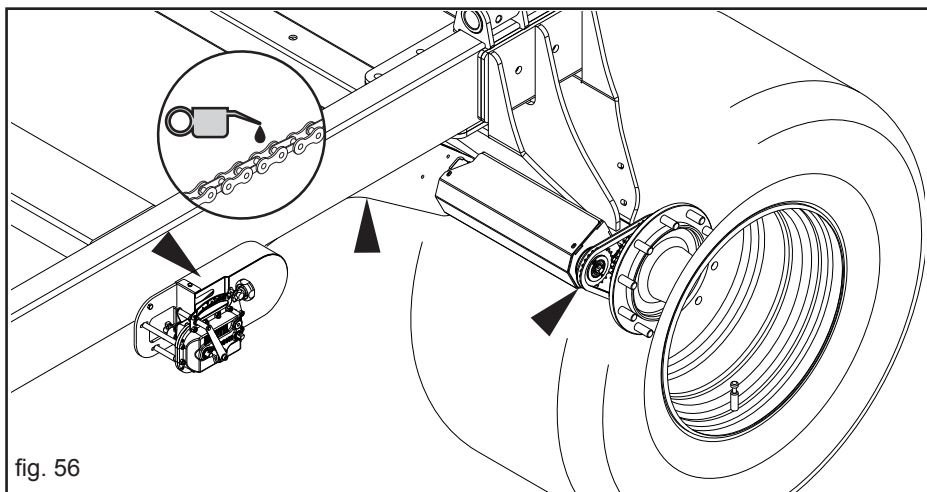
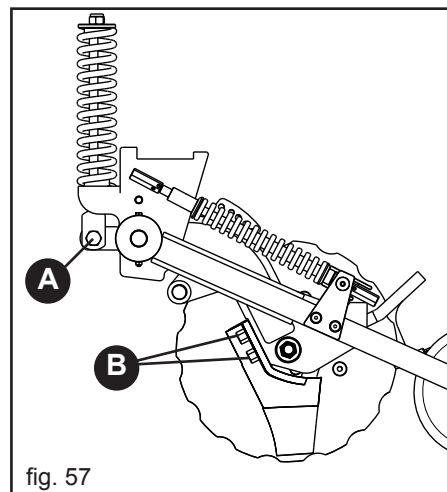
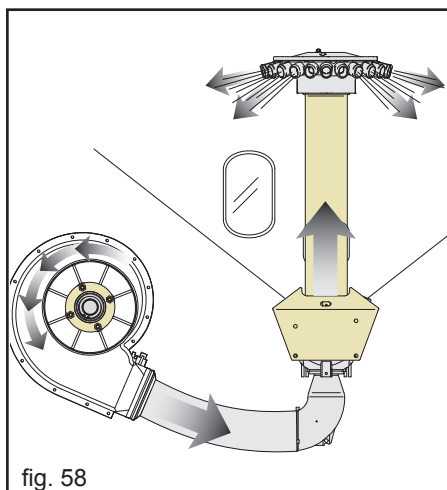
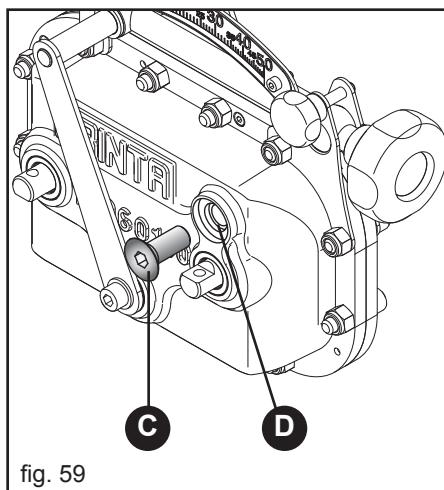

fig. 56
fig. 57
fig. 58
fig. 59
| CÂND MAȘINA ESTE NOUA | <ul style="list-style-type: none"> - Ungeți toate lanțurile de transmisie (Fig. 56). - Ungeți toate punctele marcate cu adezivul n° 14 ("GREASE") de la pag. 114 a acestui manual. - După primele ore de funcționare, trebuie să verificați strângerea tuturor șuruburilor și buloanelor. - Verificați strângerea buloanelor brăzdarelor (A-B, Fig. 57). |
| LA ÎNCEPUTUL SEZONULUI | <ul style="list-style-type: none"> - Ungeți lanțurile de transmisie (Fig. 56). - În fiecare sezon, efectuați schimbul complet de ulei al schimbătorului, introducând ulei de tipul "AGIP EXIDIA HG 68" (0,7 Kg): <ol style="list-style-type: none"> 1) îndepărtați capacul (C, Fig. 59); 2) prin orificiul (D), goliți complet uleiul din schimbător și adunați-l într-un recipient adecvat; 3) introduceți noul ulei (0,7 Kg) și închideți capacul. - Controlați ca transmisia să se rotească liber, fără interferențe. - Acționați semănătoarea în gol, fluxul de aer elimină condensul din conducte și îndepărtează eventualele impurități (Fig. 58). - Controlați zilnic nivelul uleiului din multiplicator și din bazin, în timpul perioadei de utilizare; adăugați dacă este necesar. |
| LA FIECARE 20/30 ORE DE LUCRU | <ul style="list-style-type: none"> - Verificați strângerea buloanelor brăzdarelor (A-B, Fig. 57). - Curățați și ungeți lanțurile de transmisie (Fig. 56), angrenajele și întinzătorul de lanț. - Controlați periodic uzura bușelor (1) indicate în Figura 60. |
| STAȚIONAREA LA SFÂRȘIT DE SEZON | <p>La sfârșitul sezonului sau când se prevede o lungă perioadă de repaus, se recomandă:</p> <ol style="list-style-type: none"> 1) Goliți cu grijă toate semințele din bazin și din organele distribuitoare (vezi capitolul 4.13). 2) Spălați utilajul cu apă din abundență, în special bazinul și dozatorul, apoi uscați-l cu jeturi de aer. 3) Controlați cu atenție și eventual înlocuiți părțile deteriorate sau uzate. 4) Controlați dacă dozatorul are posibilitatea să se rotească fără prea mari eforturi, eventual verificați integritatea rulmenților. 5) Strângeți bine toate șuruburile și buloanele. 6) Ungeți lanțurile de transmisie (Fig. 56), faceți cu lubrifianț toate părțile nevopsite (Fig. 62). 7) Protejați utilajul cu o husă. 8) Apoi așezați-l într-un mediu uscat și stabil, nu îl lăsați la îndemâna persoanelor neautorizate. |